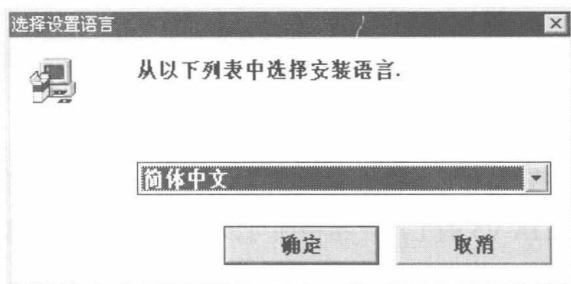

图 1.2.1 “选择设置语言”对话框
**步骤 01** 先将安装光盘放入光驱内 ( 如果已将系统安装文件复制到硬盘上，可双击系统安装目录下的 `setup.exe` 文件 )，等待片刻后，会出现如图 1.2.1 所示的“选择设置语言”对话框，选择欲安装的语言系统，在中文版的 Windows 系统中建议选择“简体中文”选项，单击 **确定** 按钮。